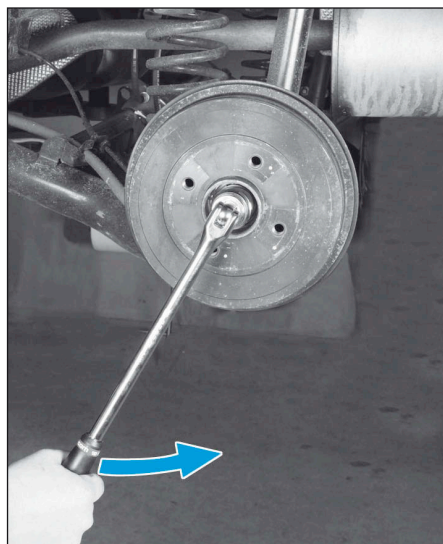

FIG.11
- Déposer l'écrou de moyeu (Fig.11).